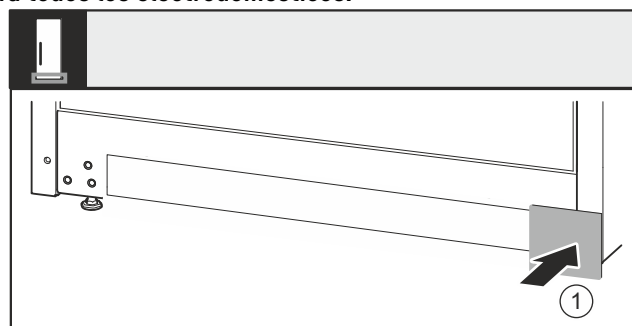

Fig. 39
- Vuelva a colocar la cubierta Fig. 39 (1) en el otro lado.